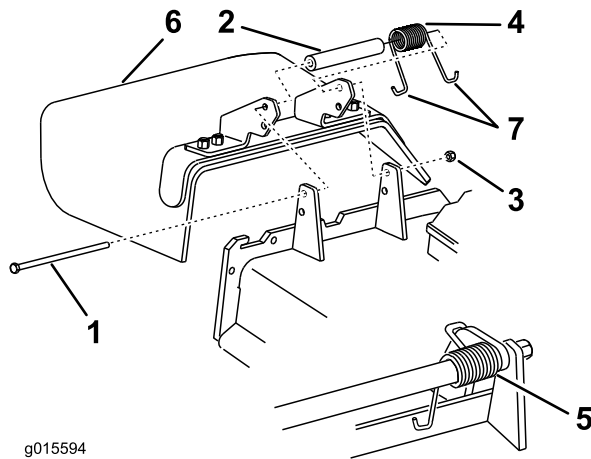

Figura 101
1. Retire la contratuerca, el perno, el muelle y el espaciador que sujetan el deflector a los soportes de pivote (Figura 101).
2. Retire el deflector de hierba dañado o desgastado (Figura 101).
Nota: Asegúrese de colocar un extremo en **J** del muelle detrás del reborde de la carcasa antes de instalar el perno, según se muestra en Figura 101.
6. Coloque un extremo en **J** del muelle alrededor del deflector de hierba (Figura 101).